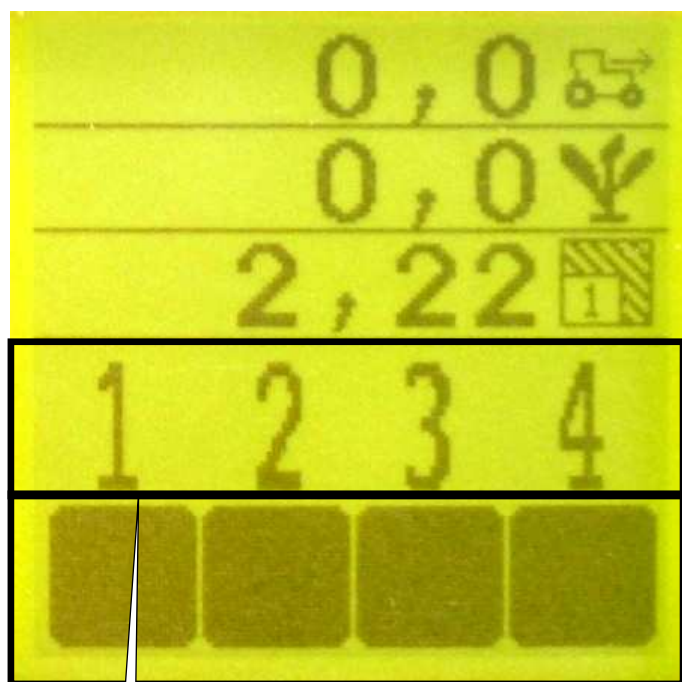

Fig. 1
- E: velocidad de avance (Fig. 1)
Dopo aver messo la console in tensione, viene visualizzata la schermata principale (Fig. 1) che corrisponde alla modalità d'uso.
- C: contatore di superficie parziale (Fig. 1)
- D: quantità media di semi (Fig. 1)
- E: velocità d'avanzamento (Fig. 1)
Les numéros sur la partie inférieure de l'écran A (Fig. 1) correspondent aux rangs du semoir. Les rangs sont numérotés de la gauche vers la droite par rapport au sens d'avancement.
Les carrés B (Fig. 1) sous les numéros de rangs informent sur l'état des rangs.
The numbers in the lower part of the screen A (Fig. 1) correspond to the seeder's rows. The rows are numbered from left to right in relation to the forward direction.
The squares B (Fig. 1) under the row numbers provide information about the state of the rows.
Die Zahlen im unteren Teil des Displays A (Abb. 1) entsprechen den Reihen der Sämaschine. Die Reihen werden von links nach rechts in Fahrtrichtung nummeriert. Die Quadrate B (Abb. 1) unter den Reihenzahlen informieren über den Reihenzustand.
De nummers in het onderste deel van scherm A (Fig. 1) komen overeen met de rijen van de zaaimachine. De rijen zijn genummerd van links naar rechts in de voortgangsrichting.
De vierkanten B (Fig. 1) onder de nummers van de rijen geven informatie over de staat van de rijen
Los números en la parte inferior de la pantalla A (Fig. 1) se corresponden con las líneas de la sembradora. Las líneas van numeradas de izquierda a derecha en relación al sentido del avance.
Los cuadrados B (Fig. 1) debajo de los números de las líneas informan sobre el estado de las líneas.
I numeri sulla parte inferiore dello schermo A (Fig. 1) corrispondono alle file della seminatrice. Le file sono numerate da sinistra verso destra rispetto al senso di marcia.
I quadrati B (Fig. 1) sotto i numeri delle file forniscono informazioni sullo stato delle file.